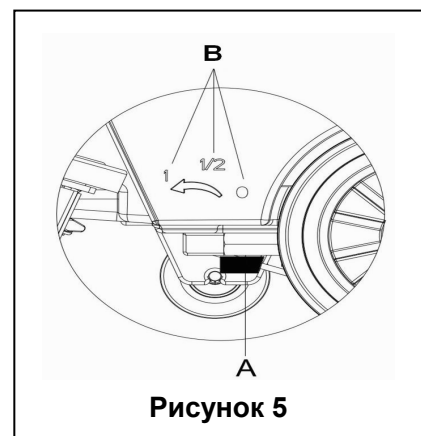

Рисунок 5
Регулирование ручки шарового клапана (А, рисунок 5) должно быть сделано при условии, когда переключатель питания находится (38) в положении «ВЫКЛ».
12. Объем подачи воды может быть отрегулирован через ручку шарового клапана (А, рисунок 5) в зависимости от количества воды, фактически необходимого для очистки пола.